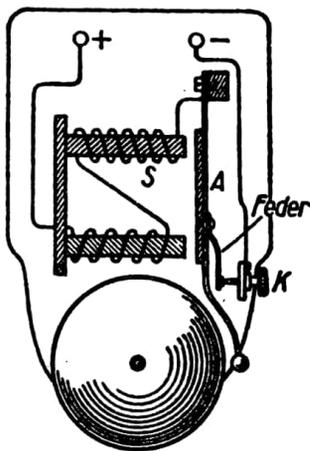

Bild 41: Elektrische Klingel
Betrachten Sie dazu das Bild 41! Die beiden Spulen S der elektrischen Klingel haben entgegengesetzten Wicklungssinn.
12. Betrachten Sie dazu noch einmal das Bild 41!